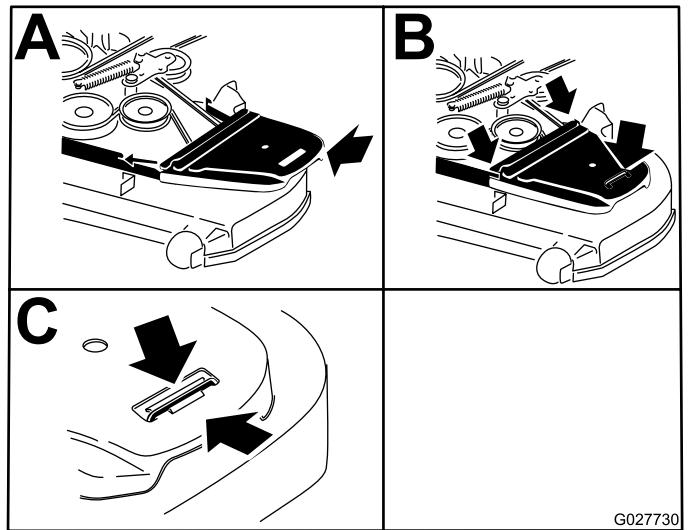

Figure 76
12. Posez les couvercles de courroie (Figure 76).